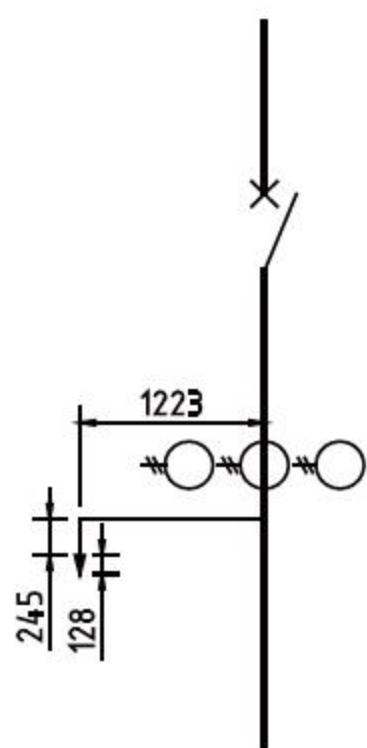

图9-97 绘制图形
**09** 调用L【直线】命令和PL【多段线】命令，结合【临时点捕捉】和【对象捕捉】功能，绘制图形，尺寸如图9-97所示。